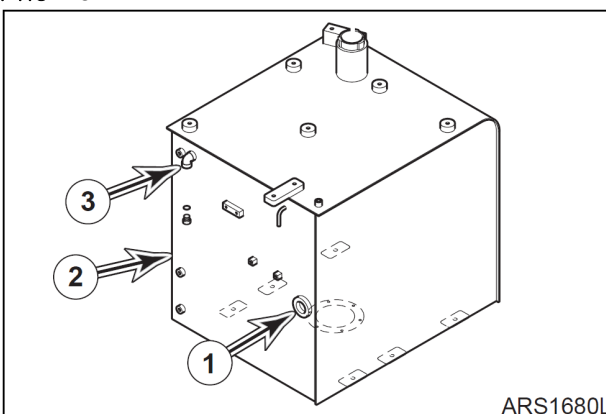

Рис. 17
8. Подсоединить провода датчика топлива (1, рис. 17) на боку топливного бака (2).
9. Собрать компоненты при их наличии с насоса заливной горловины (3, рис. 17) на боку топливного бака (2).